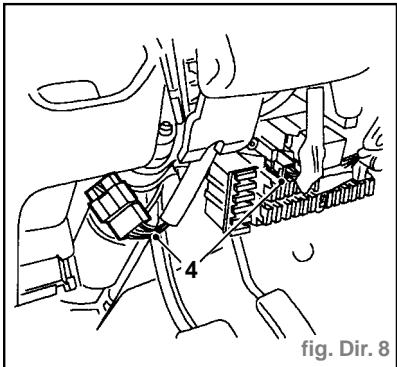

fig. Dir. 8
- Débrancher les fiches multibroches (4) de contacteur d'allumage de la boîte à fusibles et du faisceau principal (Fig. Dir. 8).